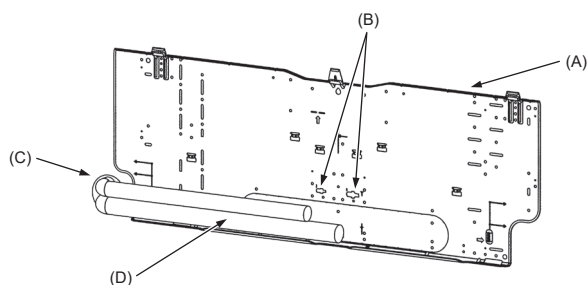

Fig. 3-5
3.3. Lors de l'insertion des tuyaux dans le mur (Fig. 3-5)
- (A) Plaque d'installation (1)
- (B) Marquage de référence des raccords évasés
- (C) Orifice passant
- (D) Tuyauterie sur site